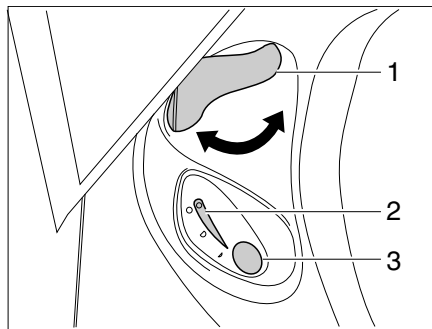

Fig. 148 Unité de commande des toilettes Thetford
- Avant d'actionner la chasse d'eau, ouvrir le curseur des toilettes Thetford. Tourner pour cela le levier du curseur (Fig. 148,1) dans le sens inverse des aiguilles d'une montre.
- Pour actionner la chasse d'eau, appuyer sur le bouton bleu (Fig. 148,3).
- Après avoir actionné la chasse d'eau, fermer le curseur. Tourner le levier du curseur (Fig. 148,1) dans le sens des aiguilles d'une montre.
Le voyant de contrôle (Fig. 148,2) s'allume lorsque la cassette Thetford doit être vidée.
- Tourner le levier du curseur (Fig. 148,1) dans le sens des aiguilles d'une montre. Le curseur se ferme. Pour la vidange il **faudrait** que le curseur des toilettes Thetford soit fermé.